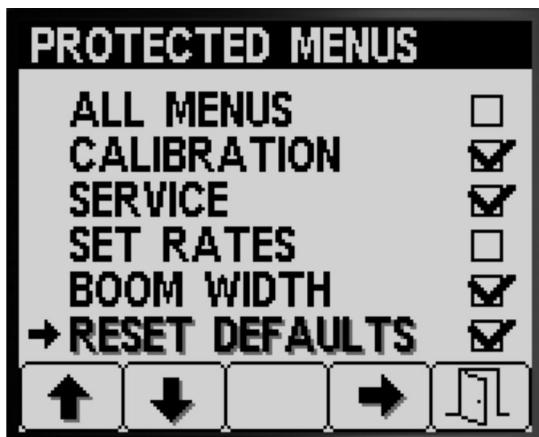

Figure 22
3. Appuyez sur le bouton 1 ou 2 pour naviguer jusqu'à l'option de menu dont vous voulez changer le code PIN de protection (Figure 22).
4. Appuyez sur le bouton 4 pour sélectionner l'option de menu (Figure 22).
6. Appuyez sur le bouton 5 pour enregistrer le réglage, quitter l'écran MENUS PROTÉGÉS et retourner à l'écran AFFICHAGE (Figure 22).